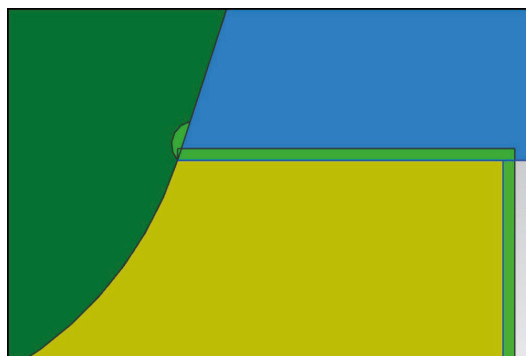

Рис. 5.19. Разработка перереза
14. Разработайте перерезы (освобождения). Нажмите последовательно кнопки **Добавить** и **Перерез**. Установите **Тип перереза** – **Тип окружности**. Активируйте кнопку **Выберите боковое ребро** синего отхода (рис. 5.19). Установите значения параметров бокового ребра  $A$  и  $R$  равными 0,5 и 1 мм соответственно. Нажмите клавишу **Применить**.